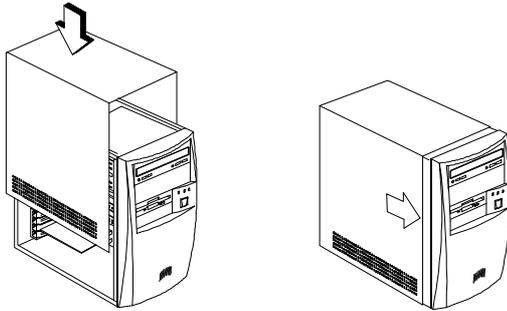

Abbildung 4-4 Die Abdeckung montieren
1. Setzen Sie die Abdeckung wieder auf, wie in Abbildung 4-4 gezeigt ist.